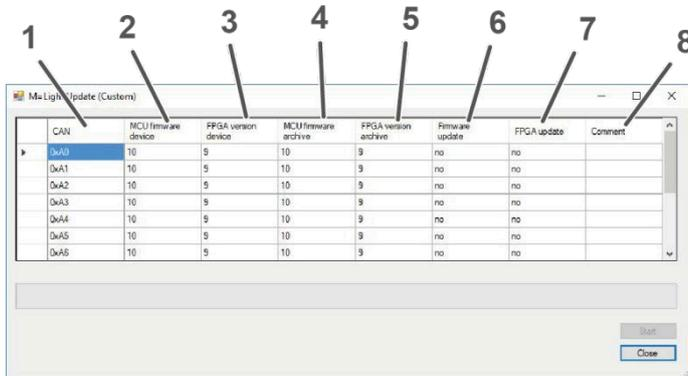

Abbildung 59: M=LIGHT Update Fenster
- Im Fenster M=LIGHT Update (Custom) prüfen, ob ein Update empfohlen ist (Abbildung 59, Pos. 5 und 6).